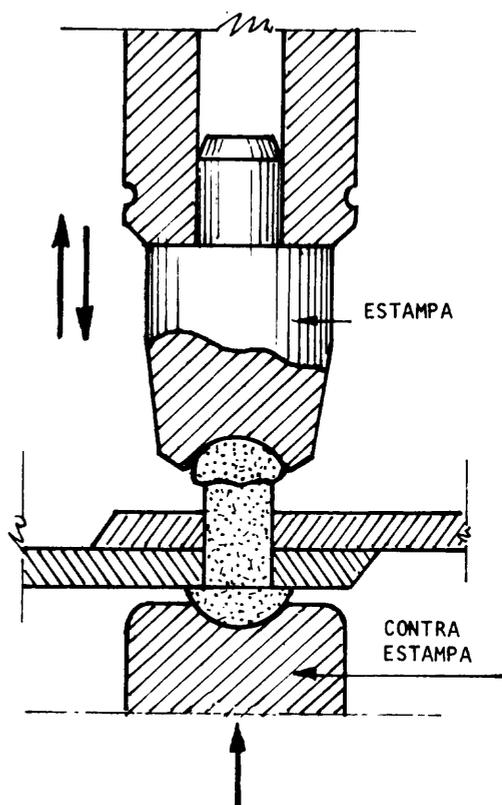

Fig. 2
- c Coloque el martillo remachador en el sentido del eje del remache y en oposición a la contra-estampa (fig. 2).